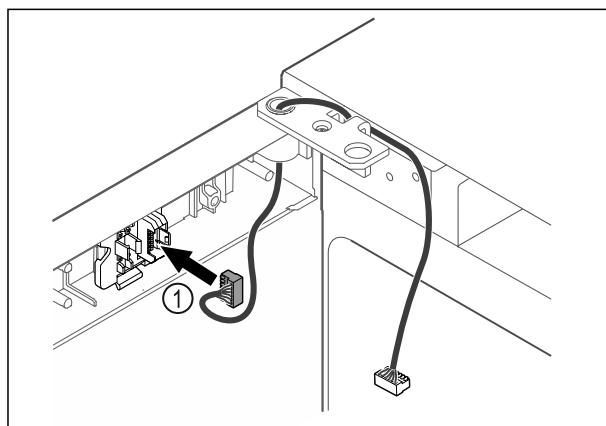

Fig. 42
- Τοποθετήστε το φινι Fig. 42 (1) στο στήριγμα του φινι.